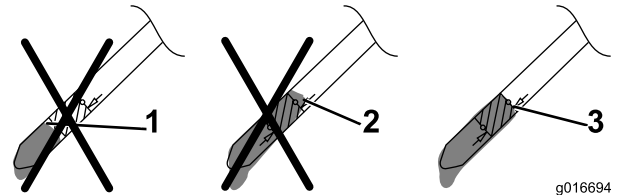

Figure 33
11. Sortez de nouveau la jauge et vérifiez le niveau d'huile; voir Figure 33.
- Si le niveau d'huile est trop bas, ajoutez **lentement** une petite quantité d'huile dans le goulot de remplissage, puis répétez les opérations 9 à 11 jusqu'à obtenir un niveau d'huile correct, comme illustré à la Figure 33.